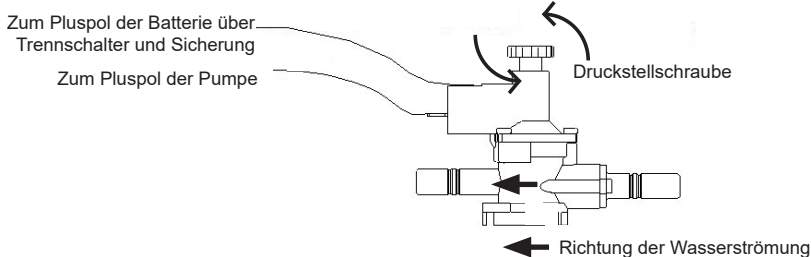

Abbildung 2: Anschließen der Mikroschalterklemmen
Schritt 3 Schließen Sie die Mikroschalterklemmen (Abb. 2)
- Schritt 2** Ziehen Sie die Stellschraube im Uhrzeigersinn fest, bis sich die Pumpe einschaltet (siehe Abb. 2).